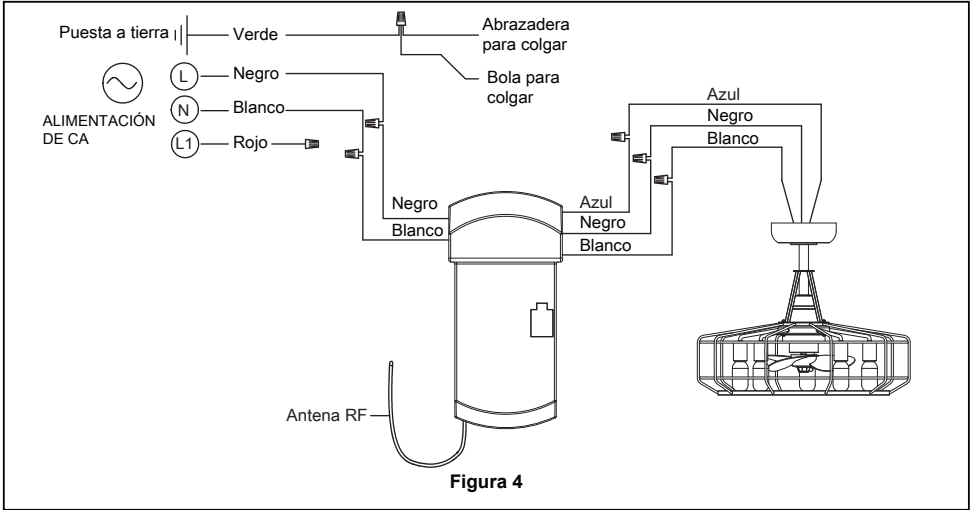

Figura 4
3. Conecte los conductores verdes de la abrazadera para colgar y la varilla al conductor desnudo (a tierra) con el conector de cables. Conecte el conductor negro de la unidad receptora marcado "AC IN L" al conductor negro de alimentación con el conector de cables. Conecte el conductor blanco de la unidad receptora marcado "AC IN N" al conductor blanco de alimentación con el conector de cables. Conecte el conductor blanco de la unidad receptora marcado "TO MOTOR N" al conductor blanco del ventilador con el conector de cables que se adjunta con la unidad receptora. Finalmente, conecte el conductor negro de la unidad receptora marcado "TO MOTOR L" al conductor negro del ventilador con el conector de cables que se adjunta con la unidad receptora. Finalmente, conecte el conductor azul de la unidad receptora al conductor azul de la iluminación del ventilador con el conector de cables que se adjunta con la unidad receptora. Encierre de forma segura el cable de alimentación rojo con el conector de cables. (Figura 4)